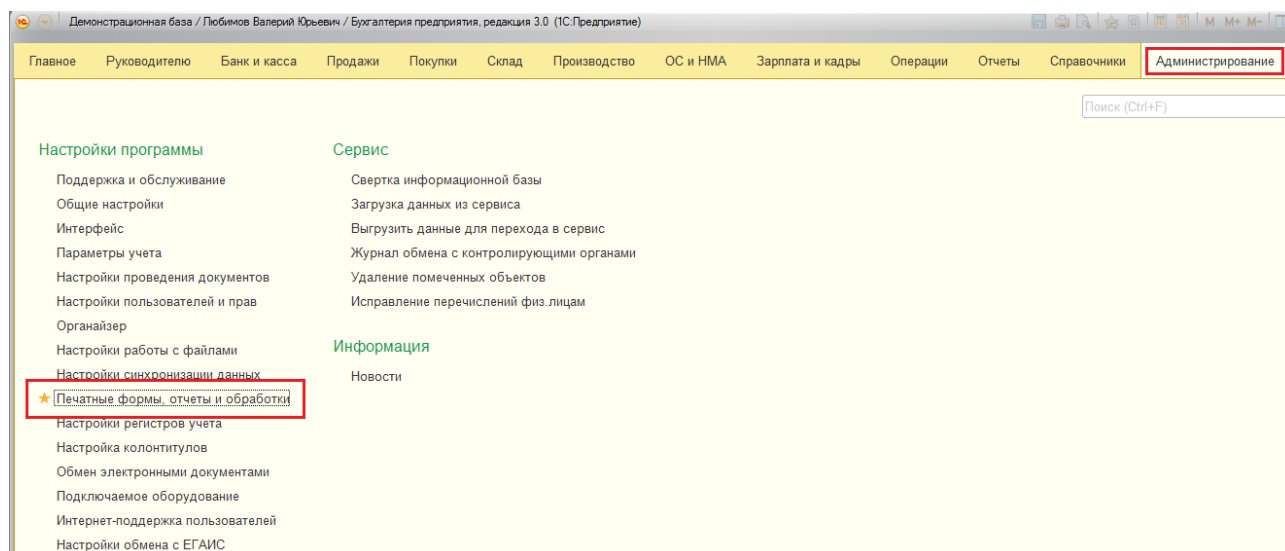

Рис. 5
1. Перейдите в раздел «Администрирование» (в «1С:ERP Управление предприятием 2» — раздел «НСИ и администрирование»). Выберите подраздел «Печатные формы, отчеты и обработки» — Рис. 5.